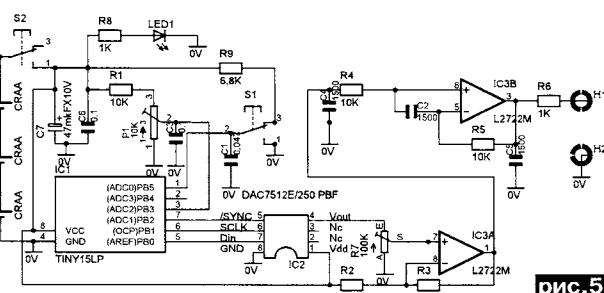

рис.5
**Схема рис.5** собрана на трех микросхемах. IC1 МК tiny15, IC2 ЦАП DAC7512, IC3 операционный усилитель L2722. Все микросхемы имеют нестабилизированное питание от трех батарей типа AAA G1-G3. Кнопка S1 сброс МК в начальное состояние в случае сбоя, S2 выключатель питания схемы. При включении питания светодиод LED1 засвечивается, что позволяет убедиться в работоспособности батарей питания. Для управления частотой генератора имеется пере-